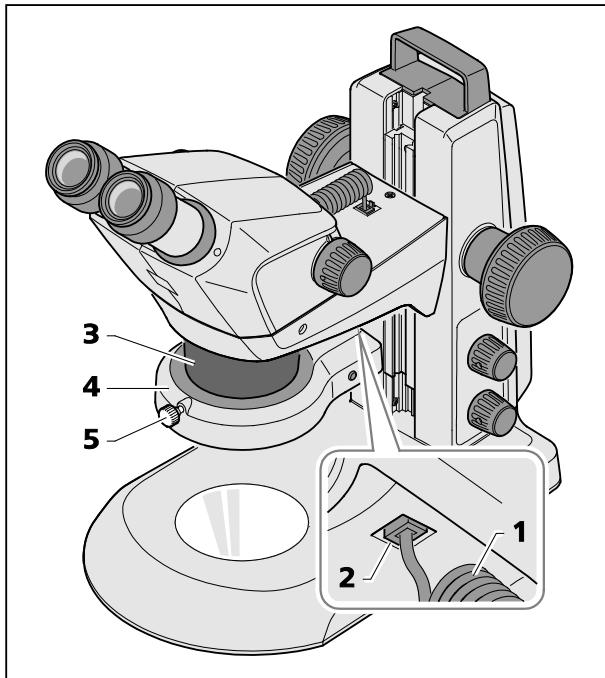

图 13 在显微镜主机上安装环状光源
- 将环状光源 (图 13/4) 连接电缆 (图 13/1) 插入 Stemi 托架的下端插槽 (图 13/2) 和环状光源插槽。
- 将环状光源从下往上推入显微镜主机 (图 13/3)，并用指旋螺丝 (图 13/5) 固定。